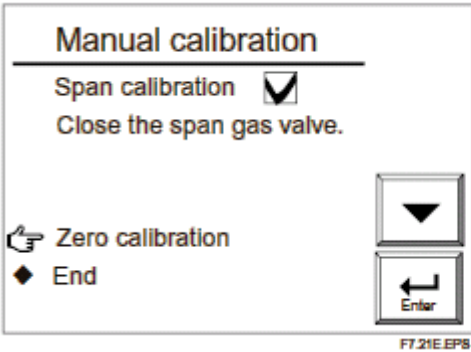
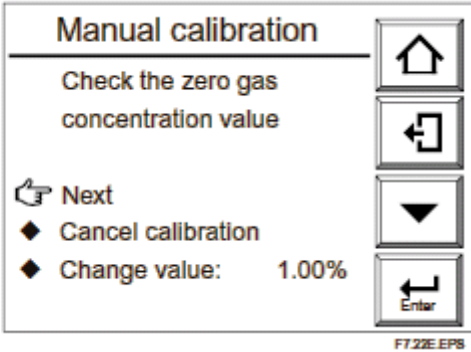

图 7.21 量程气校正完成零点校正启动显示
图 7.22 零点气浓度检查显示
- (5) 测量值稳定后，按[ENTER]键显示“span-calibration complete”如图 7.21。这时，测量值正好等于量程气浓度设定值。关掉量程气流通阀。完全锁紧阀门锁紧螺母以便量程气不会泄漏。
- (6) 如图 7.21 所示选择零点校正显示零点气浓度检查显示（手动）。检查零点气氧浓度值和校正气氧浓度是一致的。然后选择如图 7.22 的 NEXT（下一步）。